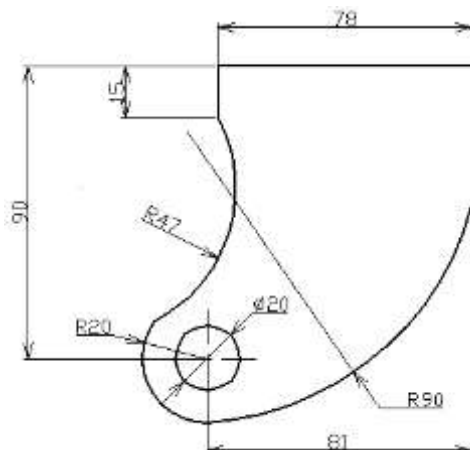

Рис. 2.7. Практическое задание 2.5
2. Постройте объект, изображенный на рис. 2.7 без размерных линий и размеров.